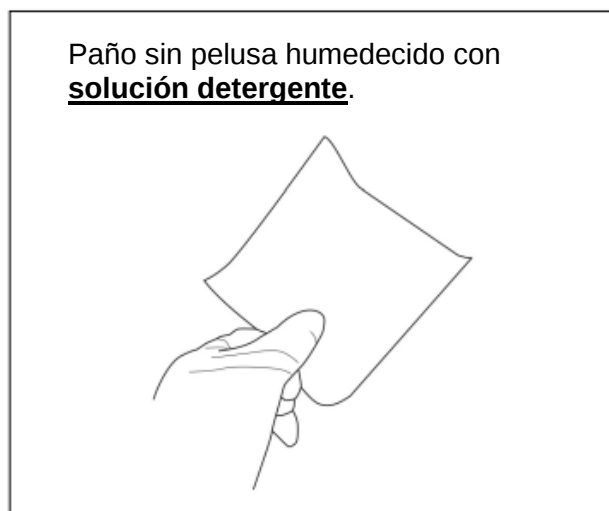

Figura A1-1
2. Prepare un paño sin pelusa humedecido con una solución detergente neutra (figura A1-1).